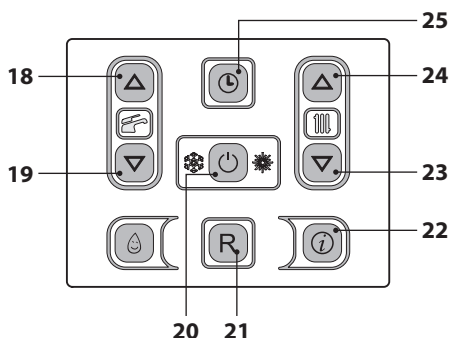

Figura 9.1
- Entrare in "modalità programmazione" premendo contemporaneamente per 10 secondi i tasti 20 - 23 - 24 (Figura 9.1) fino a far ap-
- Premendo il tasto 20 (Figura 9.1) si ottiene la conferma del valore inserito.